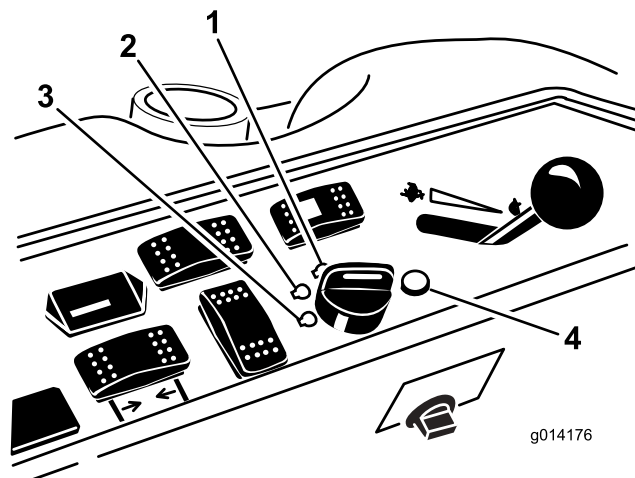

Figure 12
6. Tournez la clé dans le sens horaire en position de marche (Figure 12).
3. Tournez la clé de contact à la position contact coupé (Figure 12). Attendez l'arrêt de toutes les pièces en mouvement avant de quitter la position de conduite.